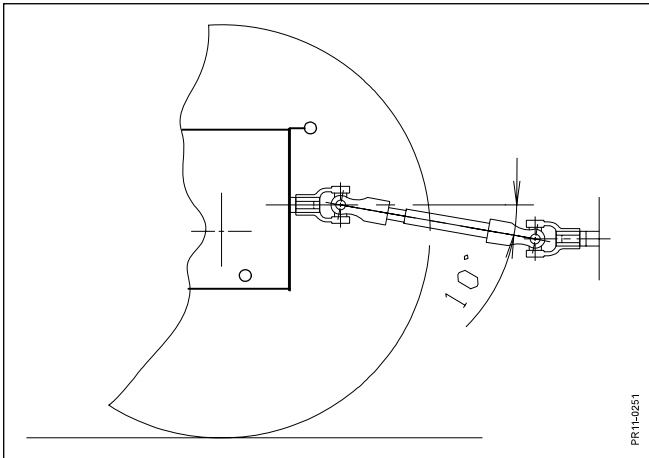

Fig. 2-5
- Fig. 2-5 b) KO-akslens vinkling skal ligge i området -10° til $+10^{\circ}$ i forhold til vandret, svarende til ca. ± 100 mm på højde af maskinens PIC i forhold til traktorens PTO.